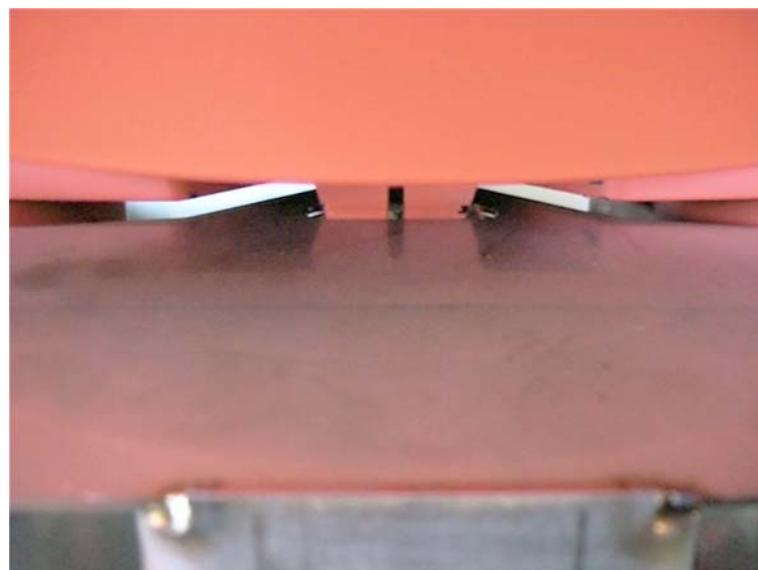

Fig. 2
- Pour épandre avec le dispositif d'épandage en bordure, le dispositif d'épandage sur 2 bandes doit être accroché à la « pointe de la tôle de guidage » (voir Fig. 2).